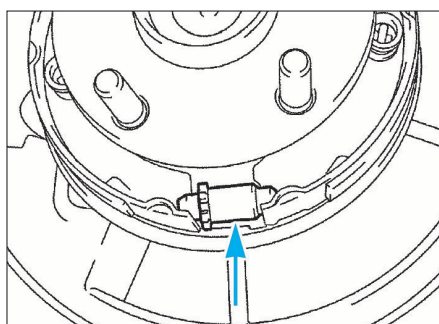

FIG. 12
- les différentes pièces de réglage (fig. 12).